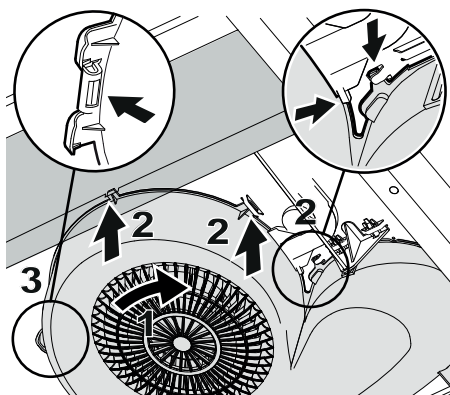

Fig.8
Se till att alla snäppen passar mot spisfläktens flikar. Vrid in fläkthuset (1) i flikarna (2). Tryck tillbaka fläkthusets snäppe i fliken (3).Fig.8